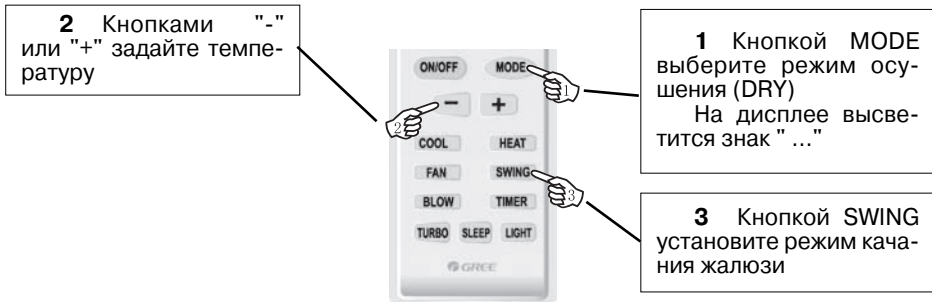

Рис. 5.3
• Режим DRY- Осушение (Рис. 5.3)